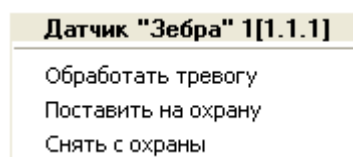

Рис. 4.2—1 Функциональное меню объекта Датчик «Зебра»
1. Перейти на панель настроек объекта **Фортеза СОМ-порт** (Рис. 4.2—1).
2. Указать диапазон аппаратных адресов подключенного оборудования с помощью кнопок **вверх-вниз** в полях **С** и **По** (см. Рис. 4.2—1, 1).
3. Нажать на кнопку **Поиск устройств** (см. Рис. 4.2—1, 2).
Управление датчиками *Зебра* и *Фортеза* осуществляется в интерактивном окне **Карта** с использованием функционального меню объектов **Датчик «Зебра»** и **Датчик «Фортеза»** соответственно (Таб. 4.2—1, Рис. 4.2—1).